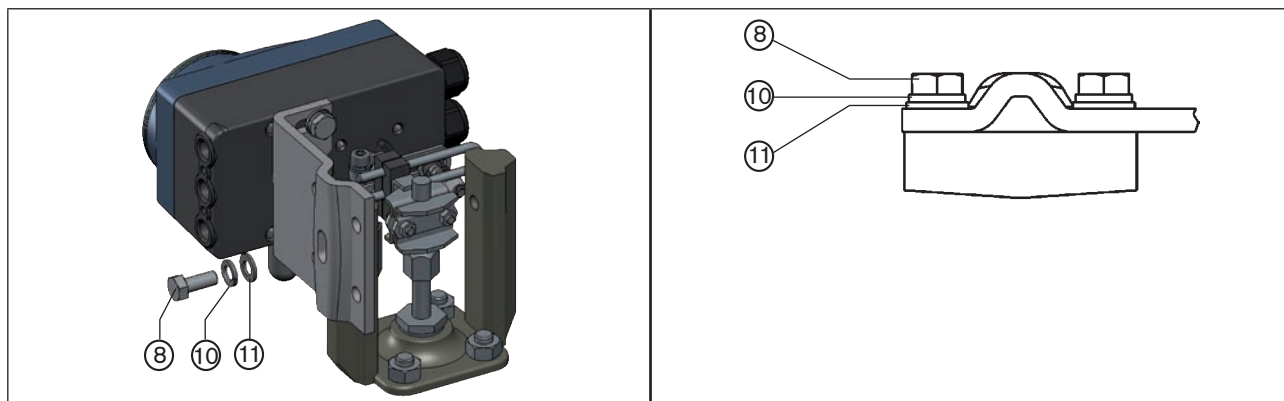

Figure 25 : Fixer le positionneur avec l'équerre de montage pour les actionneurs avec cadre de fonte
→ Fixer l'équerre de montage sur le cadre de fonte avec une ou plusieurs vis à tête hexagonale ⑧, rondelles ⑪ et rondelles élastiques ⑩ (voir « Figure 25 »).